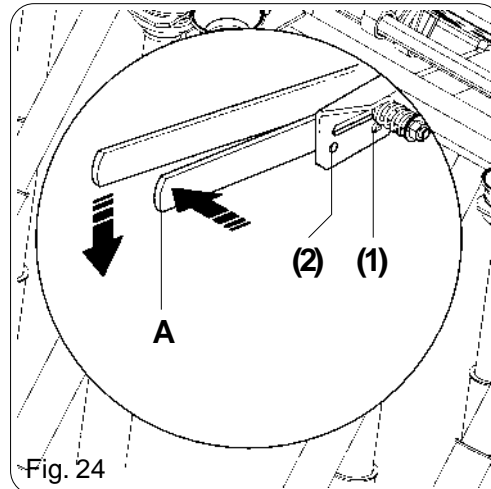

Fig. 24
- Abbassare la bussoliera mediante la leva (A Fig. 24): con una leggera pressione laterale, spostare la posizione del piolino della leva da (1) a (2).
- To lower the rack, use the lever (A Fig. 24): slightly pushing sideways, shift the position of the lever pin from (1) to (2).
- Das Gestell mittels des Hebels (A, Abb. 24) absenken: Durch einen leichten seitlichen Druck die Stellung der Hebelsprosse von (1) auf (2) verschieben.
- Abaisser le râtelier au moyen du levier (A Fig. 24): par une légère pression latérale, déplacer le pivot du levier de la position (1) à la position (2).
- Bajar el rastrillo utilizando la palanca (A Fig. 24): con una ligera presión lateral, mover la posición de los espigos de la palanca de (1) a (2).